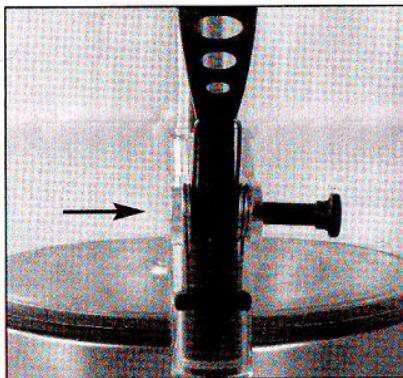

Рис.2
4. Снимите кран, вытачив соответствующий штифт (рис.2).